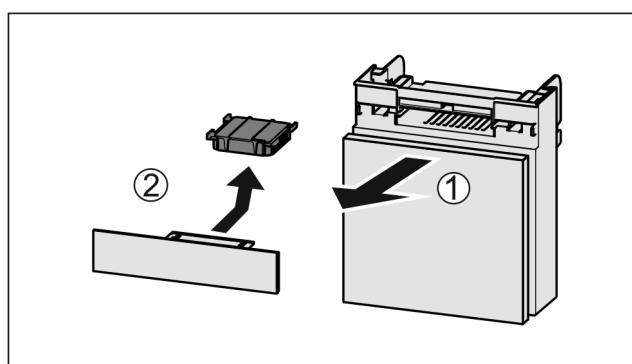

Fig. 33
- ▶ Extraire le compartiment par l'avant Fig. 33 (1).
- ▶ Sortir le filtre à charbon actif Fig. 33 (2).